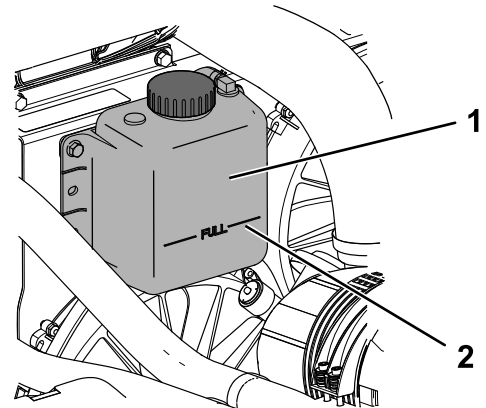

Figure 72
4. Contrôlez le niveau de liquide de refroidissement dans le vase d'expansion (Figure 72).